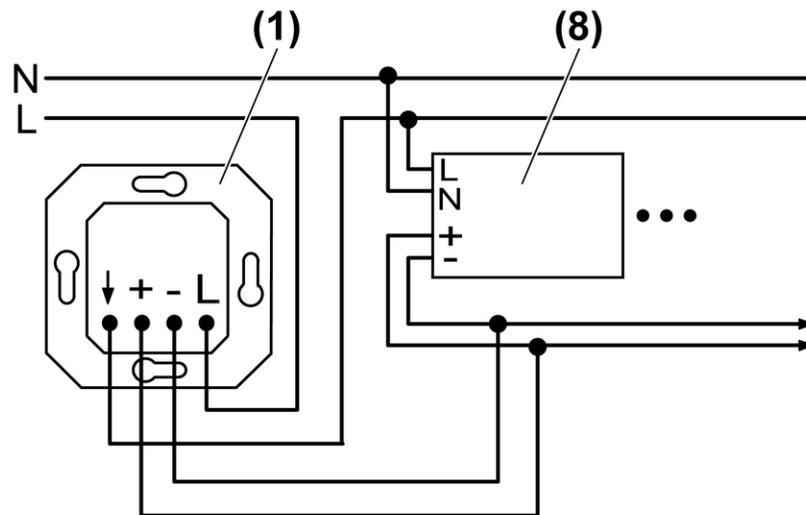
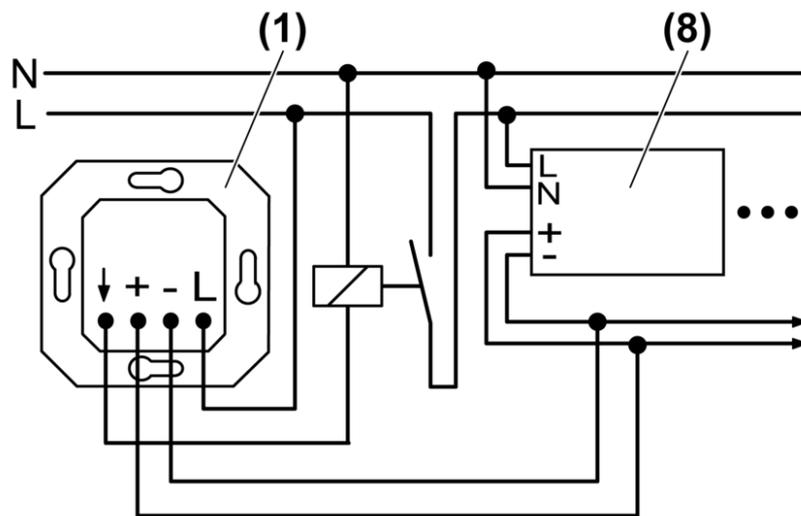
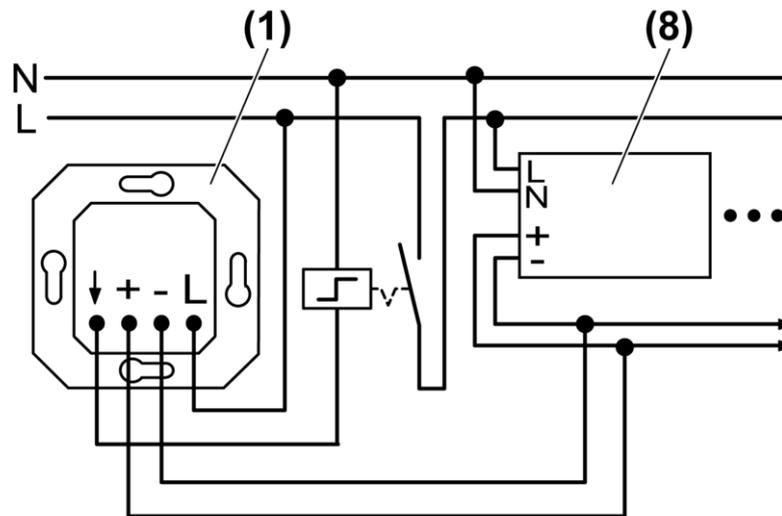

Figura 2: Schema di collegamento del potenziometro con funzione di azionamento
Figura 3: Schema di collegamento del potenziometro con funzione di azionamento e contattore
Figura 4: Schema di collegamento del potenziometro con funzione di sensore
- (1) Potenziometro elettronico
- (8) Dispositivo di azionamento lampada con interfaccia 1-10 V, ballast elettronico
- (9) Regolatore esterno, Tasto installazione
- Collegare il potenziometro elettronico con funzione di azionamento secondo lo schema di collegamento (figura 2) o . Collegare il potenziometro elettronico con funzione di sensore secondo lo schema di collegamento (figura 3) o (figura 4).